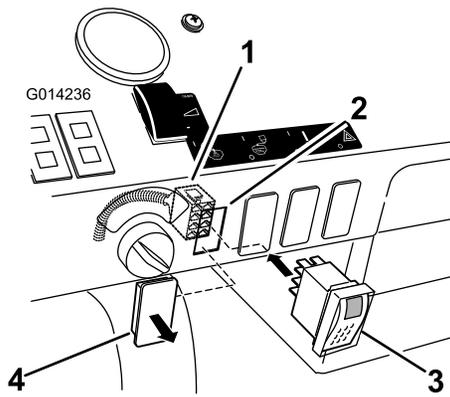

図 27
1. ダッシュボード上で、すすぎタンク用スイッチのプラグを探し出す (図 27)。イグニッション・キーのすぐ隣 (1番目のプラグ (穴) がそれである)。
2. ダッシュボード上のプラグを外して穴にする (図 27)。
4. ボックス型コネクタにスイッチを取り付ける (図 27)。